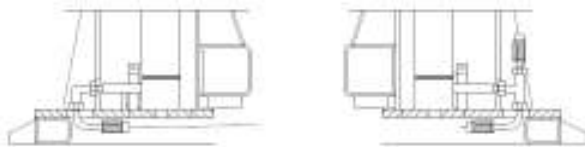

Fig.36 Abb.36
5. Connettere il tubo ad alta pressione in base alla fig.36. Per prima cosa connettere il tubo con il giunto triplo sotto la colonna principale e la parte curva sotto la sottocolonna. Fissarli dopo aver raddrizzato le colonne
5. Connect the high-pressure hose according to Fig.36. First connect the hose with tri-joint under the main column and the bend under the sub-column. Fix them after upright the columns.
5. Raccorder en premier le tuyau à haute pression en faisant référence à la fig. 36. Raccorder en premier le tuyau à joint triple sous la colonne principale et la partie courbe sous l'élément inférieur de la colonne. Les fixer après avoir redressé les colonnes.
5. Conectar el tubo de alta presión según la fig. 36. Conectar primero el tubo con la rótula triple debajo de la columna principal y la parte curva debajo de la parte inferior de la columna. Fijarlos después de haber enderezado las columnas.